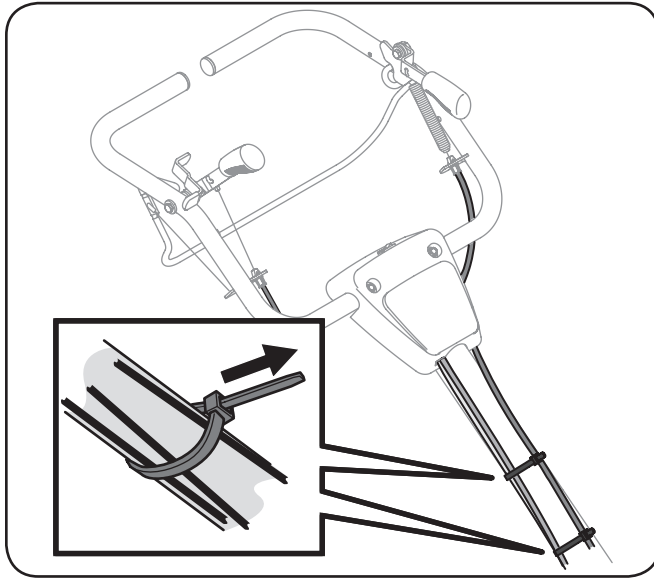

Figure 3-7
13. Faites passer les câbles de marche avant et marche arrière dans le trou du côté droit du panneau, puis fixez les fils et les câbles à la poignée à l'aide des deux attaches de câbles fournies. Voir Figure 3-7.